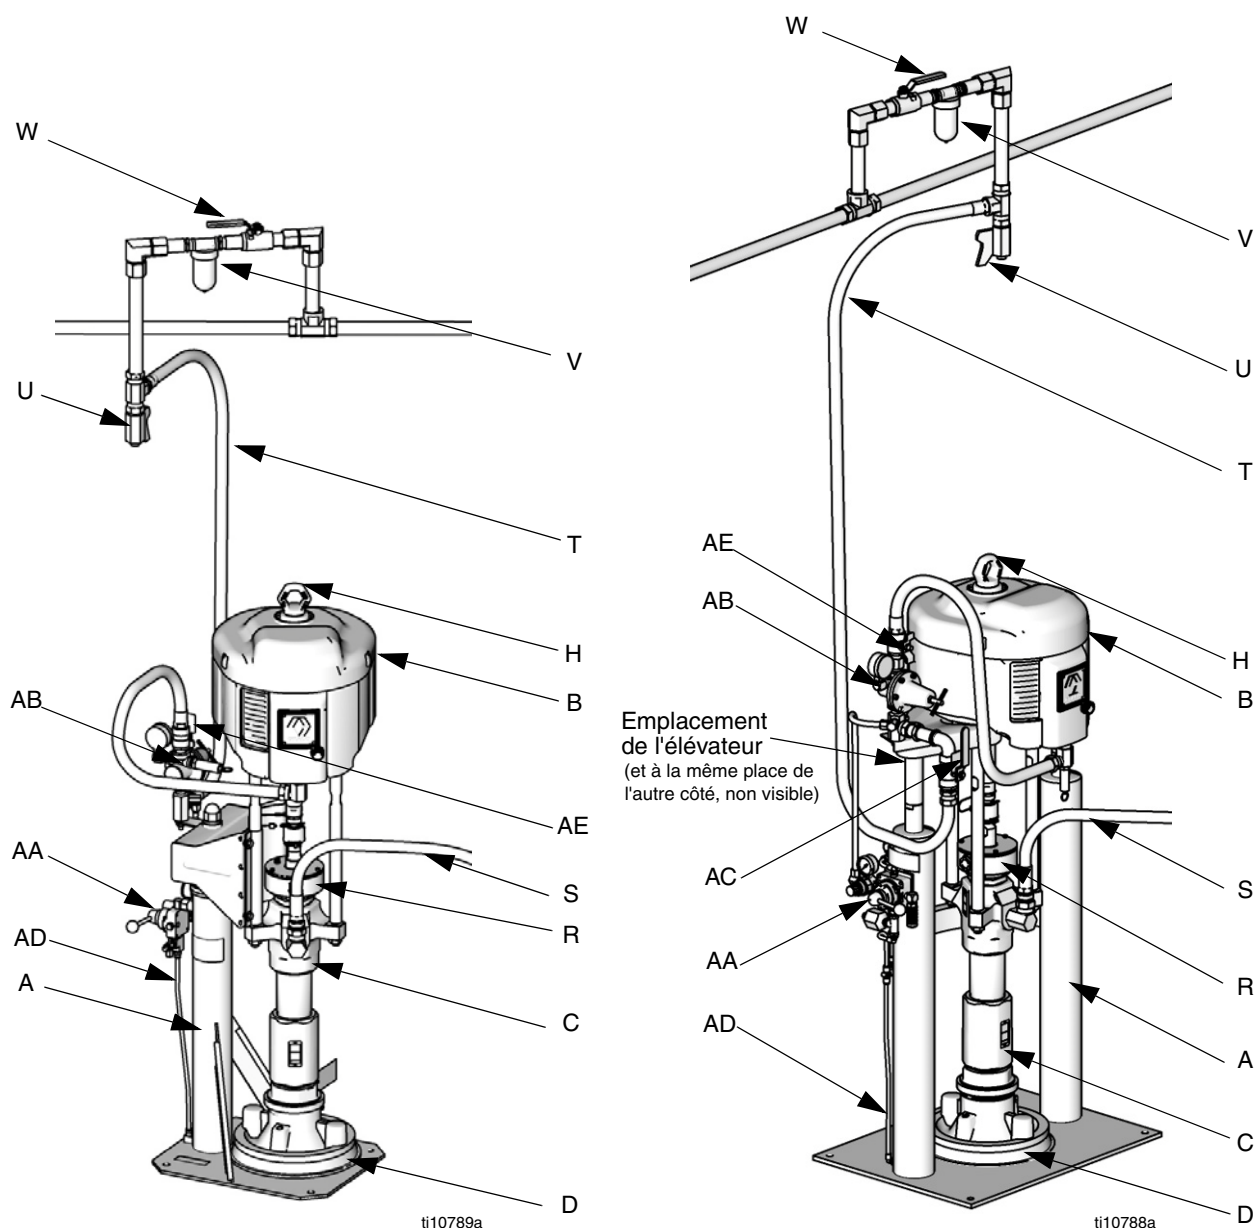
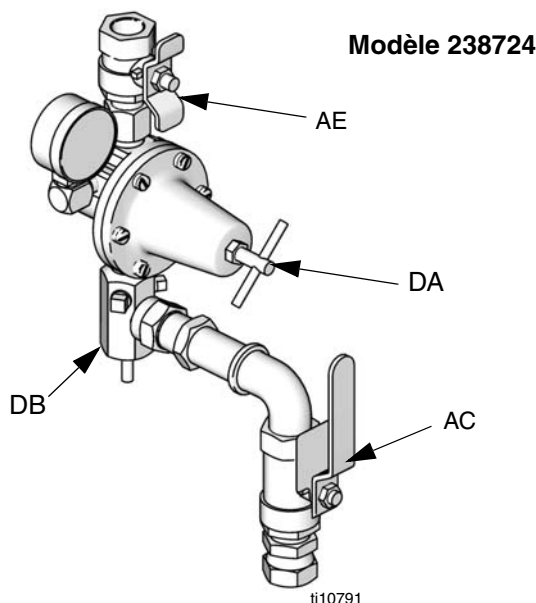
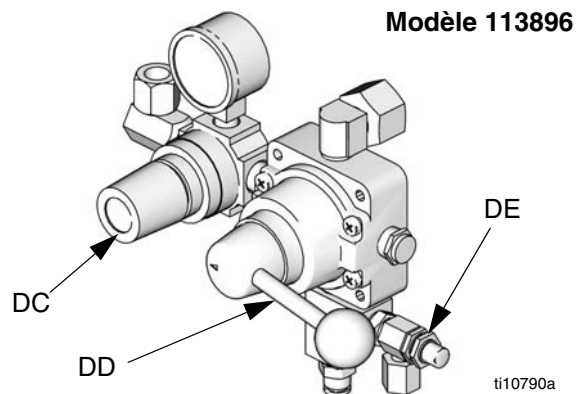

FIG. 5
FIG. 6 : Ensemble de régulateur d'air
FIG. 7 : Ensemble de commandes pneumatiques d'élévateur
Consultez la FIG. 5, la FIG. 6 et la FIG. 7.
Consultez la FIG. 5.
- Commandes pneumatiques standard :** consultez la FIG. 5 et la FIG. 6. Fermez la vanne du moteur pneumatique (AE) et la vanne d'air principale (AC).
8. Ouvrez la vanne de vidange de fluide de la conduite de fluide et la vanne du purgeur de la pompe (P). Prévoyez un réservoir pour récupérer le produit vidangé.
9. Laissez la vanne du purgeur de la pompe (P) ouverte jusqu'à ce que vous soyez de nouveau prêt à pulvériser.